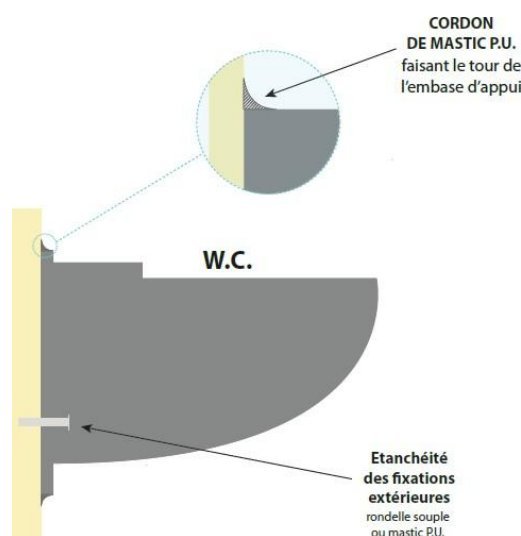

Figure 3 - Etanchéité des fixations murales (cuvette WC)
- Fixation murale des appareils sanitaires en conformité à la norme NF D 12-208 « Appareils sanitaires – Bâti-supports » (appareils déposés lors de la mise en œuvre des revêtements, évacuations et alimentations d'eau en attente). Tout percement doit être limité et conçu avec une étanchéité adaptée (rondelle souple ou mastic PU avec joint de section > 8 mm) ; réaliser un cordon d'étanchéité (mastic PU avec joint de section > 8 mm) autour de chaque embase servant de support et d'appui aux appareils tel que décrit en figure 3 ; le serrage des fixations devrait être fait avec une clé dynamométrique permettant un serrage identique et raisonnable entre les points de fixations. L'intégrité du mastic devra être vérifiée annuellement afin de s'assurer du besoin de réparation ponctuelle.